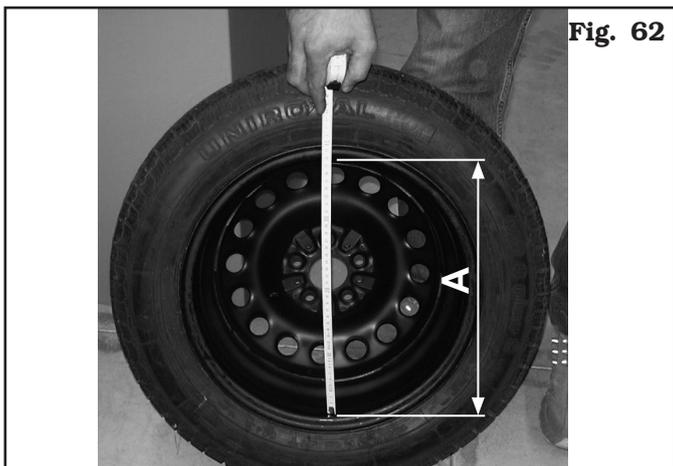
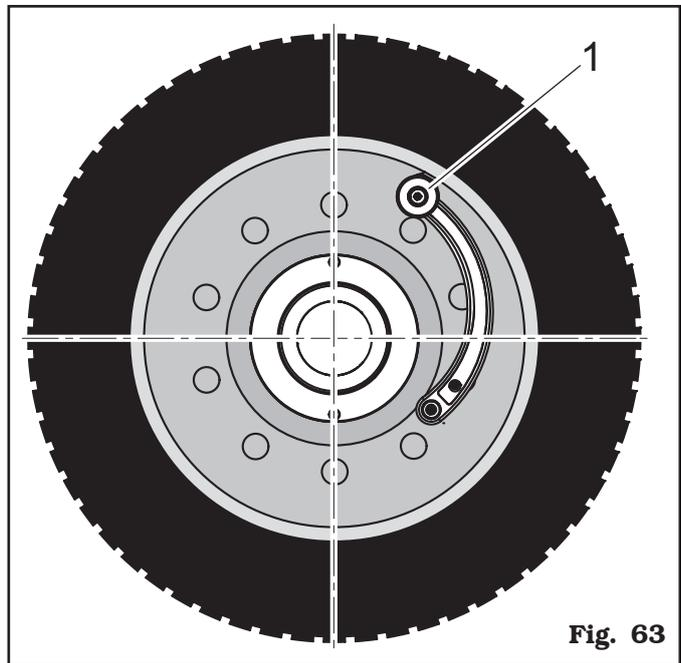

Fig. 62
Fig. 63
En el display D1 (ver antes) se indica el valor de \varnothing en mm (381), medir el diámetro exacto (ver **Fig. 62 ref. A**) e introducirlo con las teclas  / .
Llevar el casquillo del calibre (**Fig. 63 ref. 1**) obre el borde interior de la rueda HACIA ARRIBA, tocando el punto del diámetro utilizado antes para la detección de la medida "A" (**Fig. 62**), el display D2 visualizará un valor en bit.